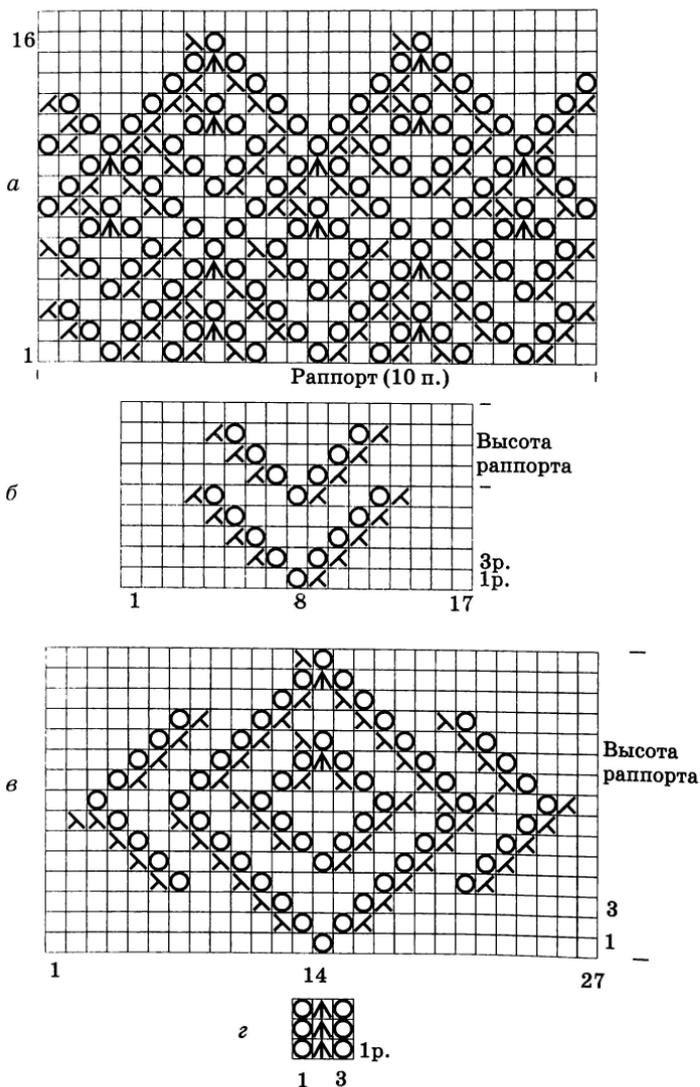

Рис. 81. Схемы ажурных узоров для вязания пуловера: а – схема 1; б – схема 2; в – схема 3; г – схема 4
*Ажурная деккерровка:* вязать по схемам 1, 2, 3 и 4 (рис. 81) на плотности 4.